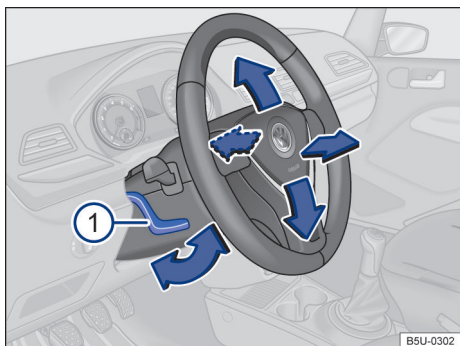

Fig. 55 Embaixo e a esquerda do volante junto com o revestimento da coluna de direção: alavanca de ajuste da posição do volante.
- Empurrar a alavanca → Fig. 55 ① para baixo e colocar o volante na posição desejada.